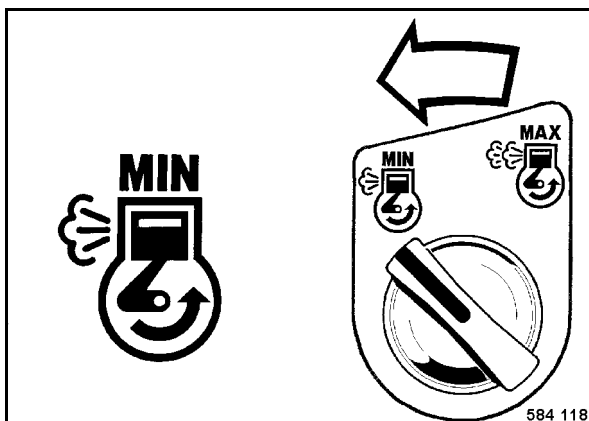

Fig. 54
- Colocar el interruptor giratorio (Fig. 54) a posición „Min“ (marcha en vacío).